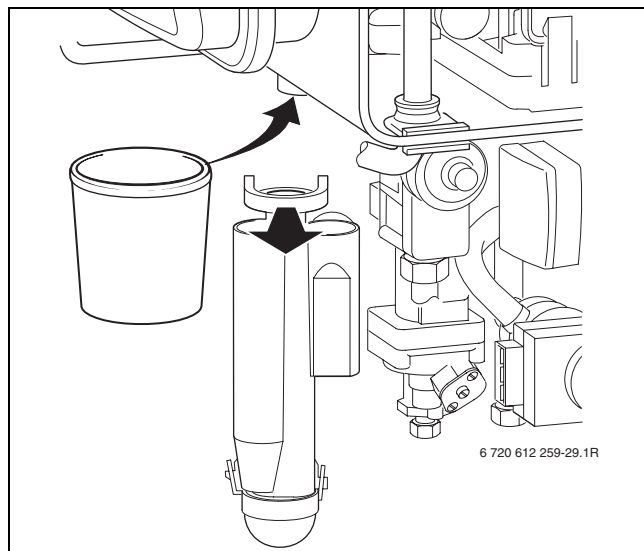

Fig. 89 Sifone interno (condensa)
- ▶ rimuovere il coperchio frontale dello scambiatore (→ pagina 12, pos. 415) ed eventualmente la lamiera sottostante.
- ▶ Estrarre il sifone interno per la condensa, posizionando nella zona sottostante un contenitore per acqua (→ fig. 89).